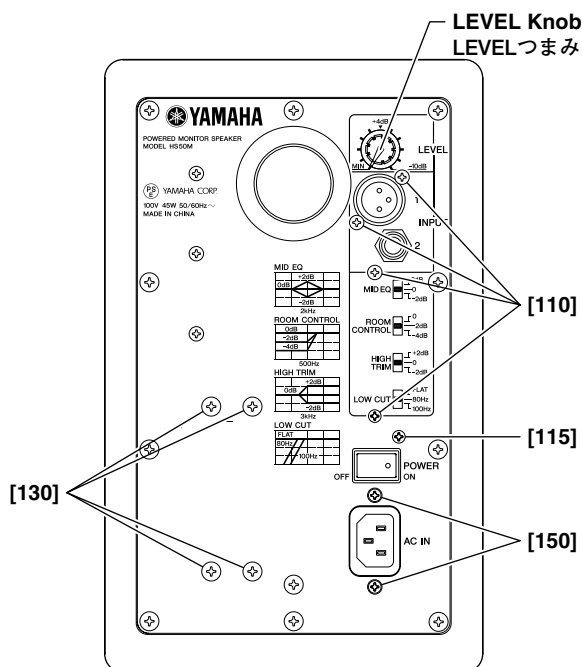

Fig. 3 (図 3)
- 5-2 [110]のネジ4本と[115]のネジ1本を外します。(図3)
- 5-3 LEVELつまみと[E]の六角ナットおよび[D]のワッシャを外します。(図3、写真5)
- 6-2 Remove the four (4) screws marked [130]. The TRANS circuit board with the power transformer can then be removed. (Fig. 3)
- 7-2 Remove the two (2) screws marked [150]. (Fig. 3)
- 6-2 [130]のネジを4本外し、TRANSシート(電源トランス付)を外します。(図3)
- 7-2 [150]のネジを2本外します。(図3)